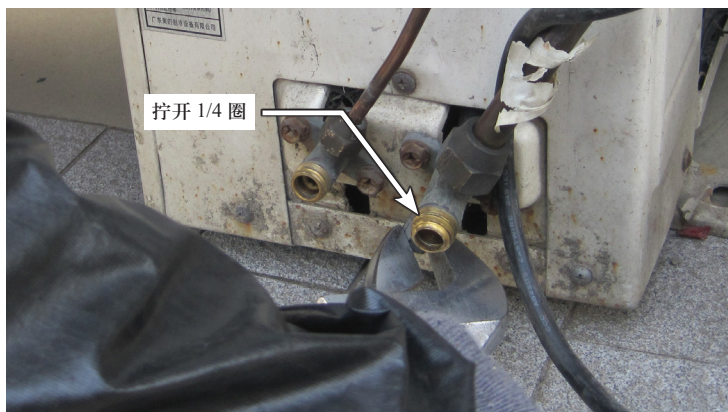

图 3-47 将粗管拧开 1/4 圈
2) 将内六角扳手伸入二通截止阀逆时针旋转打 1/4 圈, 如图 3-47 所示。